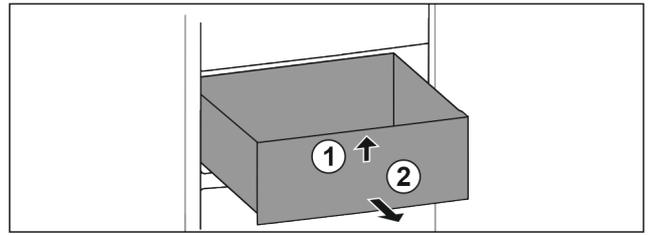

Fig. 71
- ▶ Schubfach vorne anheben. Fig. 71 (1)
- ▶ Schubfach nach vorne entnehmen. Fig. 71 (2)